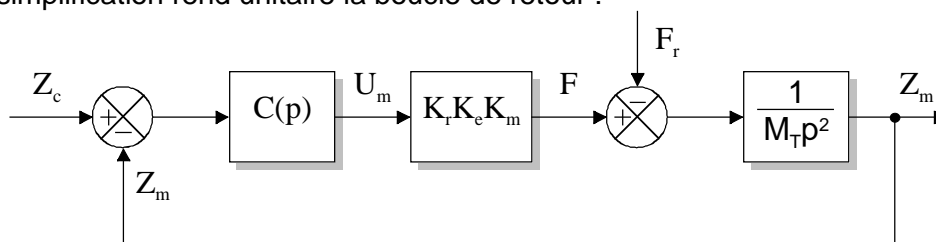

Figure 2 : Schéma bloc à retour unitaire
On considère le schéma bloc de la **Figure 2**. Le correcteur est à action proportionnelle et dérivée (PD) de fonction de transfert $C(p) = K_p(1 + T_d p)$.